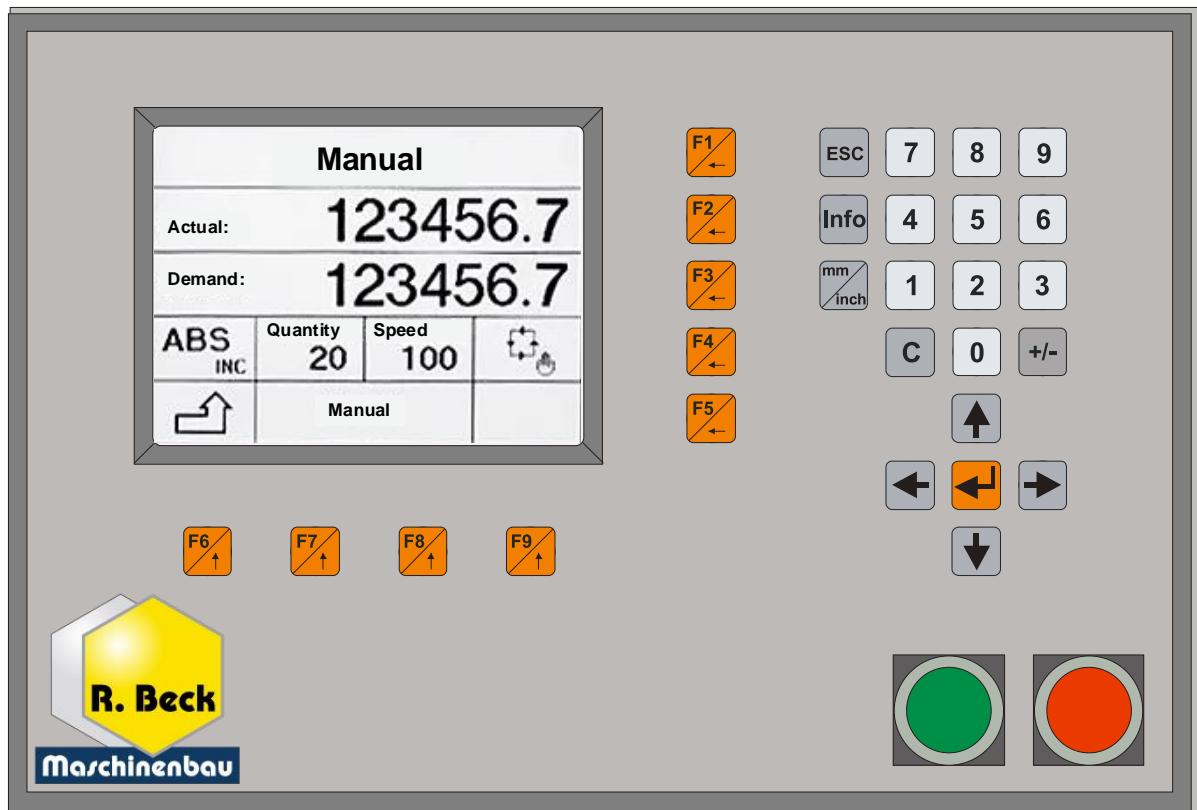

Figure 11 : commande de positionnement PS 811P
- La prise de référence est déclenchée en appuyant sur la bouton « START » (voir ⇒ Figure 11).